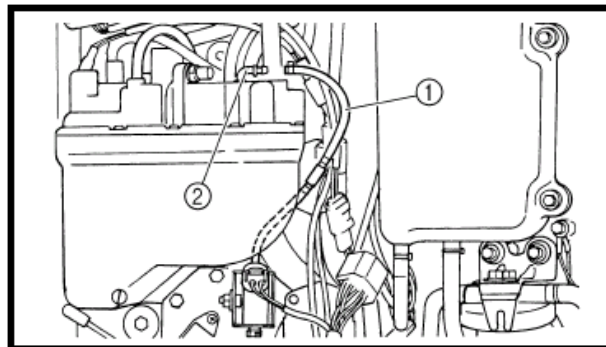

Рис. 80
2. Снять масляный шланг 1 со входа сепаратора пара 2. (Рис. 80)